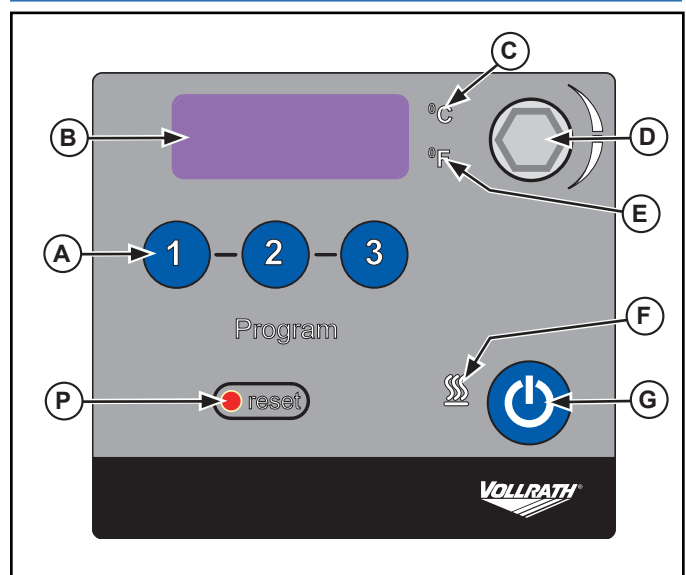

Figura 1. Parte delantera del panel de control.
aparecerá el ajuste anterior. Consulte la Figura 1.
1. Mantenga pulsada la perilla de selección/ajuste (D) hasta que el visor (B) muestre "LLO" (unos 10 segundos) luego suéltela. Consulte la Figura 1. Durante el bloqueo, el punto decimal del valor predeterminado no destella.
2. Mantenga pulsada la perilla de selección/ajuste (D) hasta que el visor (B) muestre "LLO" (unos 10 segundos) luego suéltela para desbloquear los controles. Al estar desbloqueados, el visor (B) muestra "CAñ".
Si el nivel del agua desciende por debajo del calentador, el termostato de seguridad se activará y desconectará el suministro proveniente del calentador y la bomba. El visor (B) mostrará "FLt 3". Deje que se enfríe y pulse el botón de reinicio (P). Consulte la Figura 1.